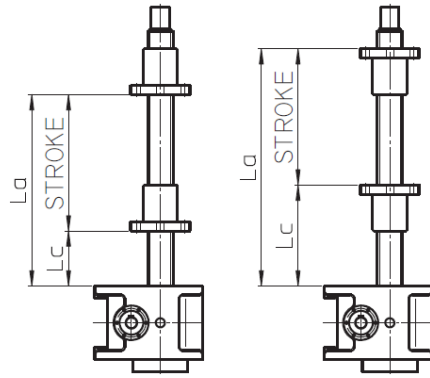

Abbildung 6.5 – Maße "Lc" und "La"
- Überprüfen Sie, ob die äußersten Maße „Lc“ und „La“ des Kugelgewinde-Hubgetriebes (siehe Abb. 6.5) mit den äußersten Maßen der Anlagenkomponente übereinstimmen, die bewegt werden soll.